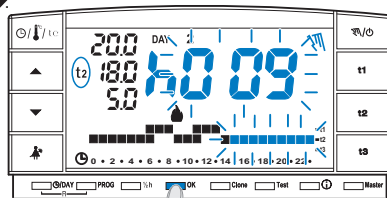

fig. 45
- Appuyer sur la touche **OK**, l'écran affiche l'indication clignotante du nombre d'heures pendant lesquelles sera actif le fonctionnement manuel temporaire (exemple sur la fig. 45).